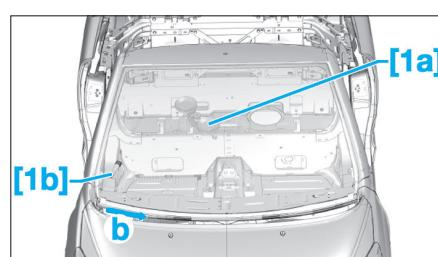

FIG. 18
- Faire passer l'âlène [1b] à travers le cordon de colle, de l'intérieur vers l'extérieur (Fig.18).